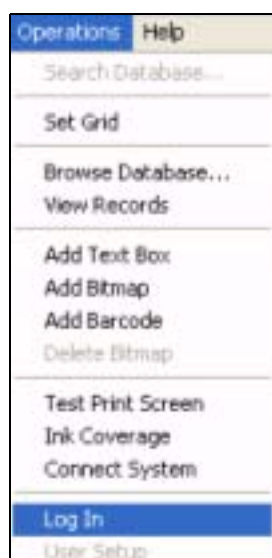
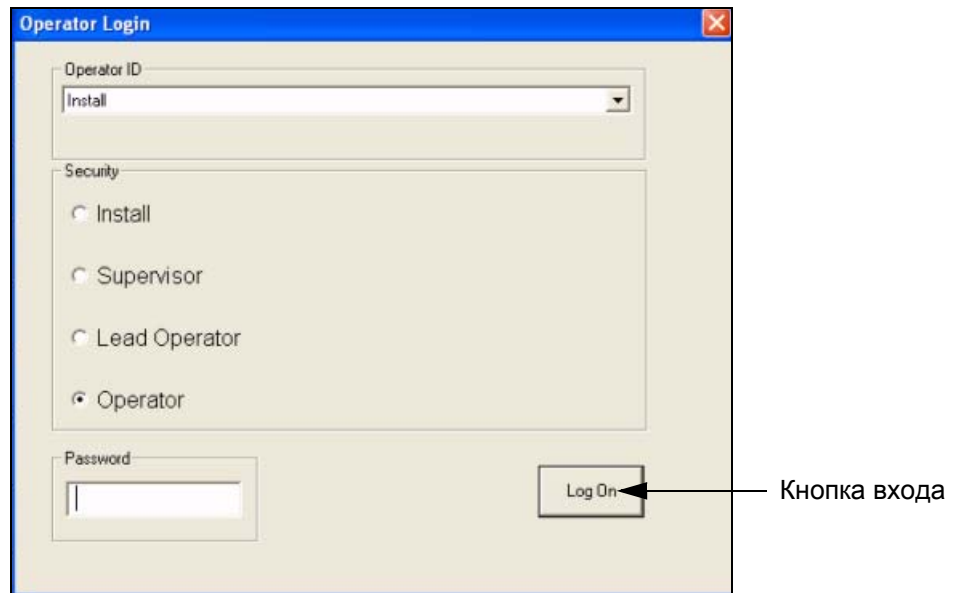
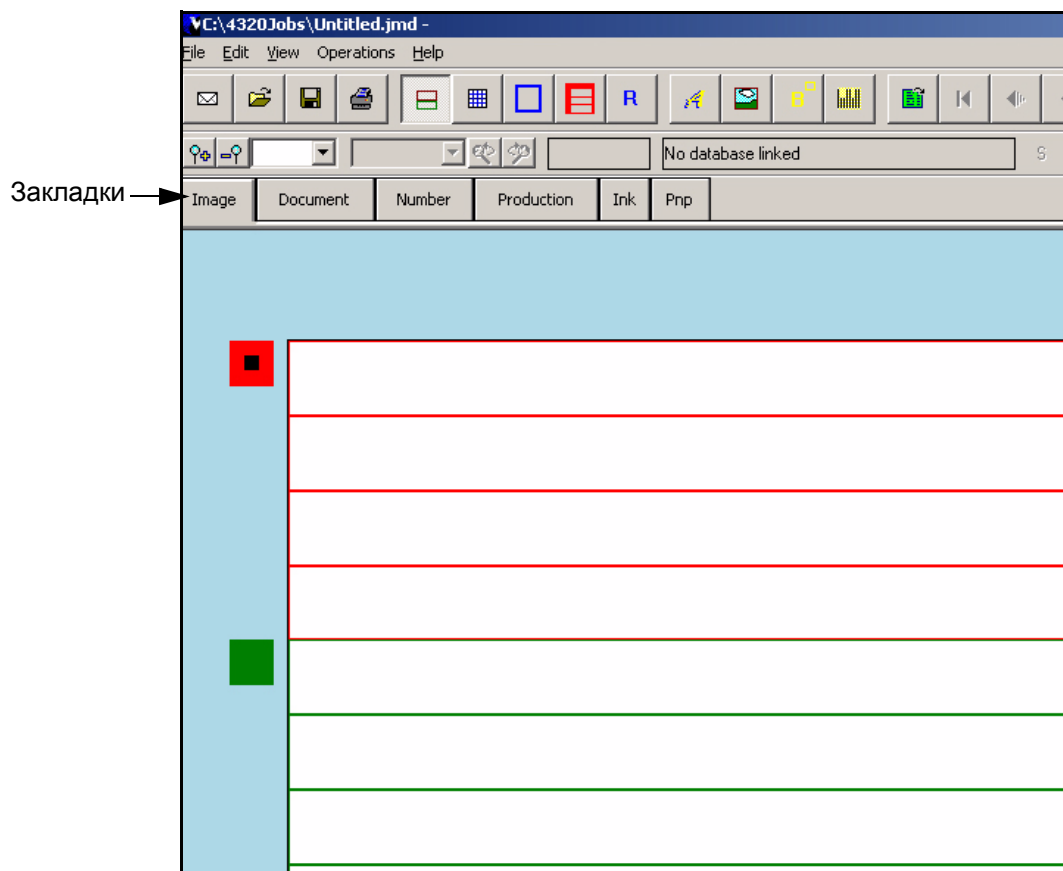

Рисунок 4-3: Экран "Log In"
Рисунок 4-4: Экран операторского Login'a
Рисунок 4-5: Экран New Document (Новый документ)
- 5 Переместитесь в *Operations > Log In* (см.Рис. 4-3). Появится экран *Operator Login* (см.Рис. 4-4).
- 7 Кликните кнопку входа *Log On* (см.Рис. 4-4). Новый документ загрузиться автоматически (см.Рис. 4-5 на странице 4-4).